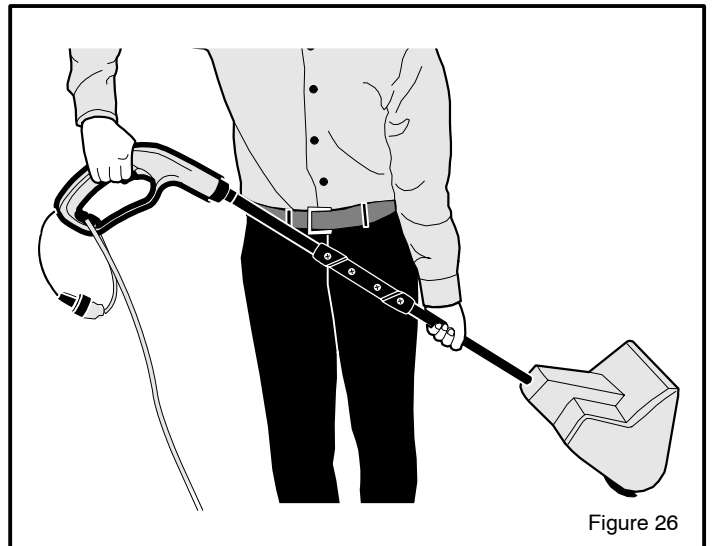

Figure 26
- Saisir le manche comme illustré et commencer à niveler le sommet du monceau de neige en retirant de 4" à 7" en fonction de la densité de la neige. Figure 26.